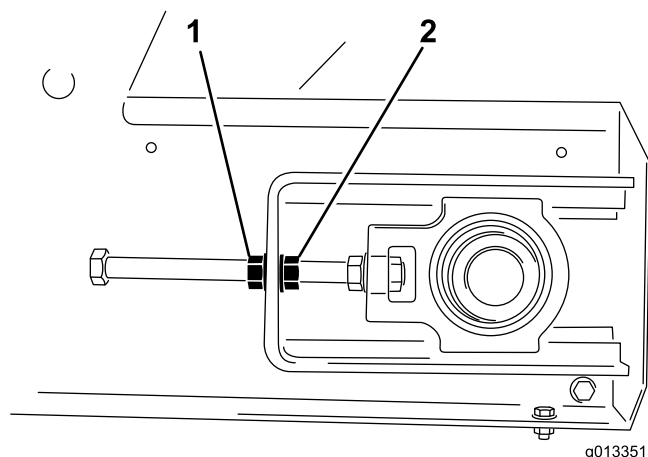

Figura 55
4. Con due chiavi mantenete ferma l'estremità dell'asta di tensione, poi allentate il dado di bloccaggio, ovvero il dado più vicino all'estremità dell'asta (Figura 55).
3. Sul lato verso cui è spostato il nastro, mantenete ferma l'estremità dell'asta di tensione, poi allentate il dado di bloccaggio e serrate il dado di regolazione spostandolo di due facce (Figura 55).